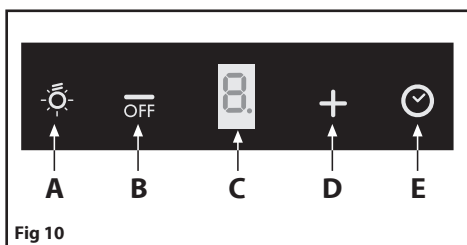

Fig 10
• **Betjening-senhed (Fig.10):**